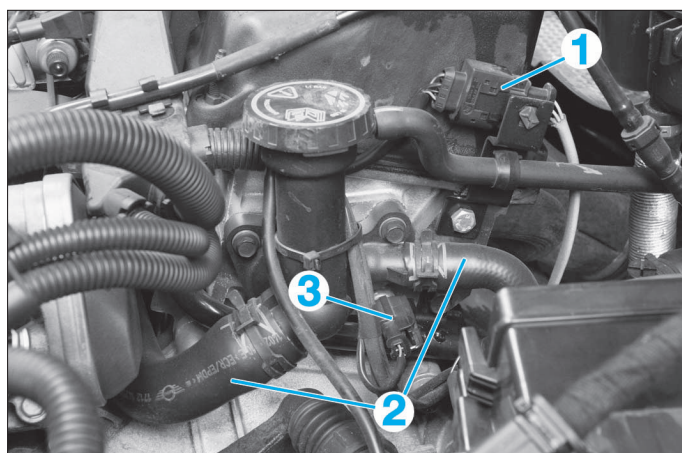
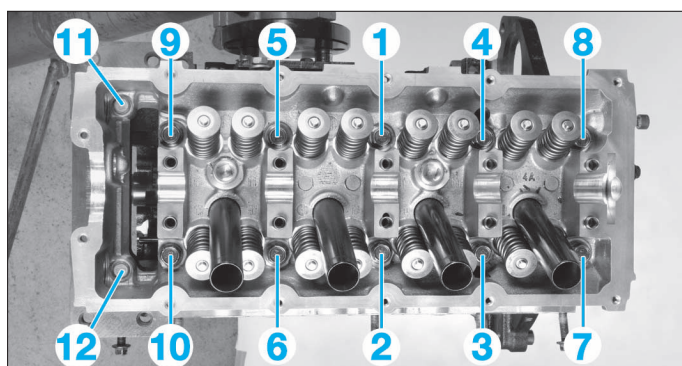

FIG. 53
FIG. 54
- Déconnecter les connecteurs de sonde lambda (1) et de la sonde de température (3) (Fig.53).
- Désaccoupler les 2 durits de liquide de refroidissement (2).
- les vis de culasse en ordre décroissant (Fig.54).
- Serrer les vis de culasse en ordre croissant (Fig.54) et le couple de serrage